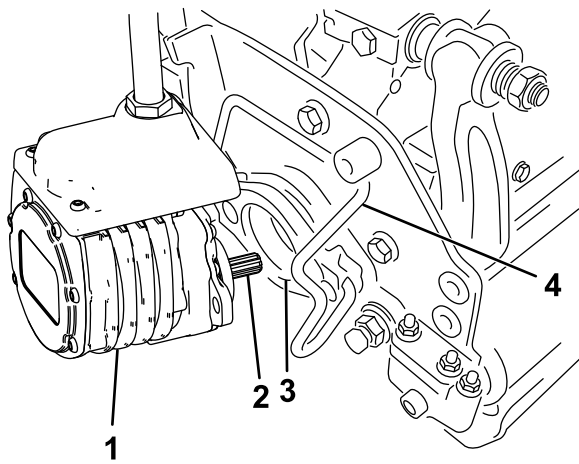

図 67
6. カッティングユニット用モータのスプラインシャフトにきれいなグリスを塗りつける 図 67。
うにセットし、モータの左右から「カチッ」というロック音が聞こえるまで押し下げる **図 67**。